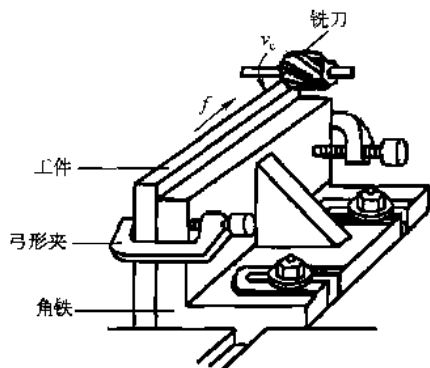

图 1-4 用角铁安装工件
① 如图 1-4 中，工件安装在角铁上，拧紧弓形夹上的螺钉，工件即被夹紧。这种角铁常用来安装要求表面相互垂直的工件。